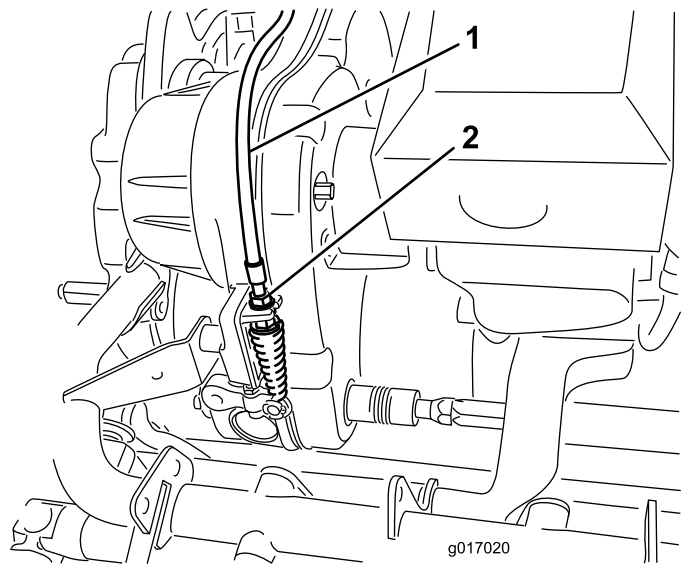

図 47
2. トランスミッションのバルクヘッド部で、リールコントロールのケーブル（図 47）を行う；スプリングの長さが 70.6-72.4 mm になるように調整する。